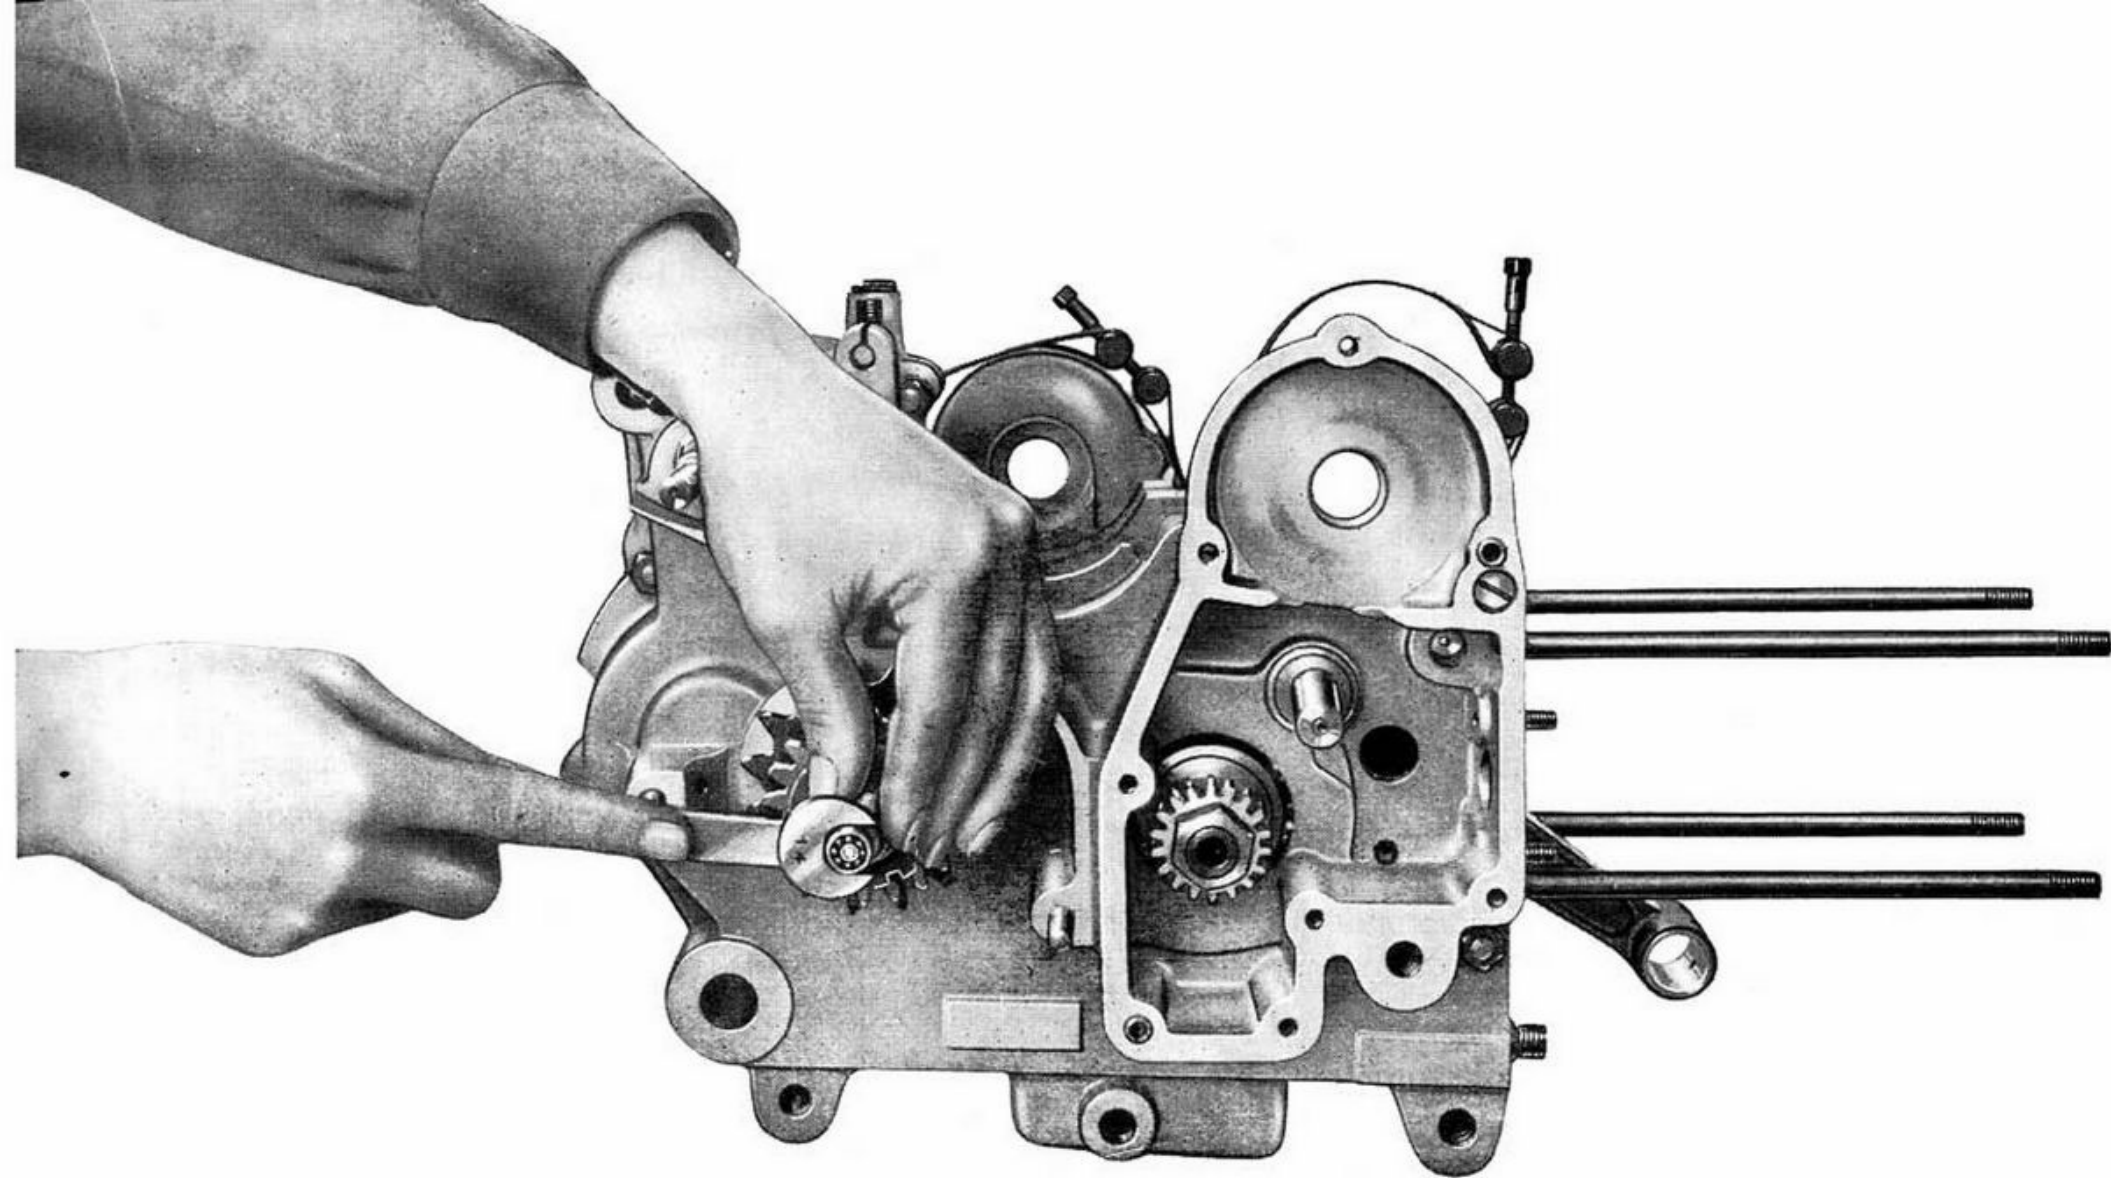

Fig. 10 - Come si smonta l'asta di comando frizione
- le due molle e l'asta di comando interna svitandola completamente (vedere fig. 10). Affinchè questa possa ruotare occorre spingere il manicotto filettato contro il manicotto dentato per la messa in moto;